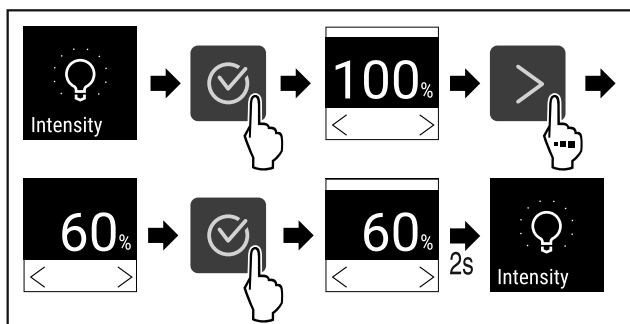

Fig. 71
- ▶ Proved'te akční kroky (viz Fig. 71).